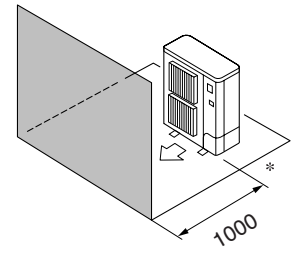

Fig. 3-8
- ④ Enbart hinder på framsidan (Fig. 3-8)